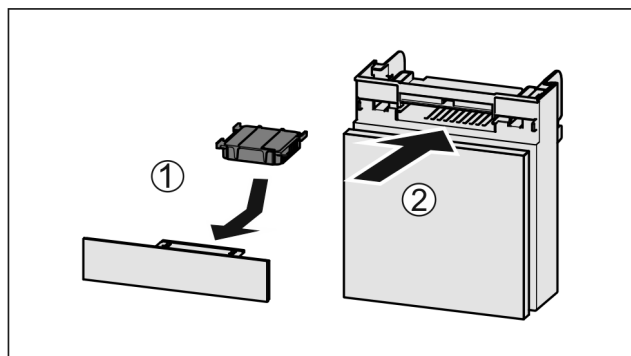

Fig. 128
- ▶ Sett inn *Fig. 128 (1)* aktivkullfilteret etter figuren.
- ▶ Skyv inn *Fig. 128 (2)* hyllen.